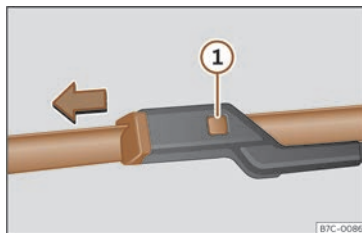

Fig. 173 Remplacement des balais d'essuie-glace.
- Maintenez la touche de déverrouillage >>> **fig. 173** ① enfoncée en tirant légèrement le balai dans le sens de la flèche.